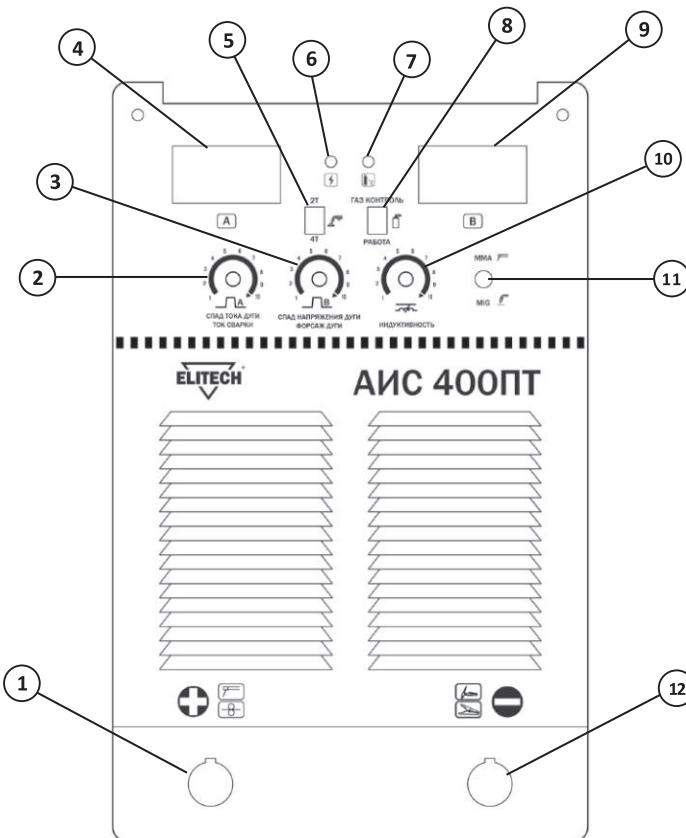
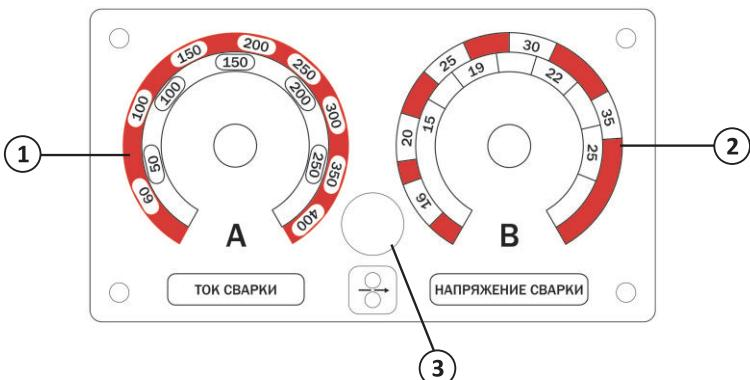

Рис. 1
Рис. 3
Установите переключатель режимов MMA /MIG на передней панели аппарата (источника питания) (поз. 11 см. рис. 1) в положение MMA (Ручная дуговая сварка РДС) или в положение MIG (дуговая сварка плавящейся проволокой в среде защитного инертного газа с автоматической подачей проволоки).
Для сварки методом MMA необходимо подсоединить сварочные кабеля, один с электрододержателем, другой с зажимом на массу к аппарату. Для этого на передней панели сварочного аппарата (источника питания) имеется два панельных разъема «+» и «-» (поз.1 и 12, рис. 1). Для плотного закрепления сварочных кабелей в разъемах необходимо вставить кабельный наконечник с соответствующим кабелем в панельный разъем на аппарате до упора и повернуть его по часовой стрелке до упора. При неплотном подсоединении кабелей возможны повреждения, как кабельного разъема, так и источника питания.
4. Подсоедините кабель с зажимом на массу к разъему «-» в нижней части передней панели источника питания (поз. 12, рис. 1) и поверните по часовой стрелке до упора.
Выбор режима производится установкой переключателя «2T/4T» (поз. 5, рис.1) в соответствующее положение. В двухтактном «2T» режиме при нажатии кнопки горелки открывается клапан подачи газа, затем включается источник и подача проволоки. При отпускании кнопки отключается подача проволоки, затем отключается источник сварочного тока и закрывается клапан подачи газа. В четырехтактном «4T» режиме при нажатии кнопки горелки открывается клапан подачи газа, при отпускании кнопки включается источник и подача проволоки. При повторном нажатии на кнопку отключается подача проволоки, затем отключается источник сварочного тока, при отпускании кнопки закрывается клапан подачи газа.
Функция регулировки индуктивности работает при сварке в режиме MIG. Индуктивность сварочной цепи регулируют для снижения разбрзгивания электродного металла и повышения стабильности процесса сварки. Индуктивность регулируется регулятором индуктивности (поз.10, рис. 1).
Установите требуемую величину силы сварочного тока с помощью ручки управления «ток сварки» для режима MMA (поз. 2, рис. 1) или для режима MIG (поз.1, рис. 3). При этом значение сварочного тока будет отображаться на соответствующем цифровом табло (поз. 4, рис. 1).
3. Отрегулируйте значения сварочного тока и рабочего напряжения с помощью соответствующих регуляторов (поз. 1 и 2, рис. 3).в соответствии с задачами сварки.